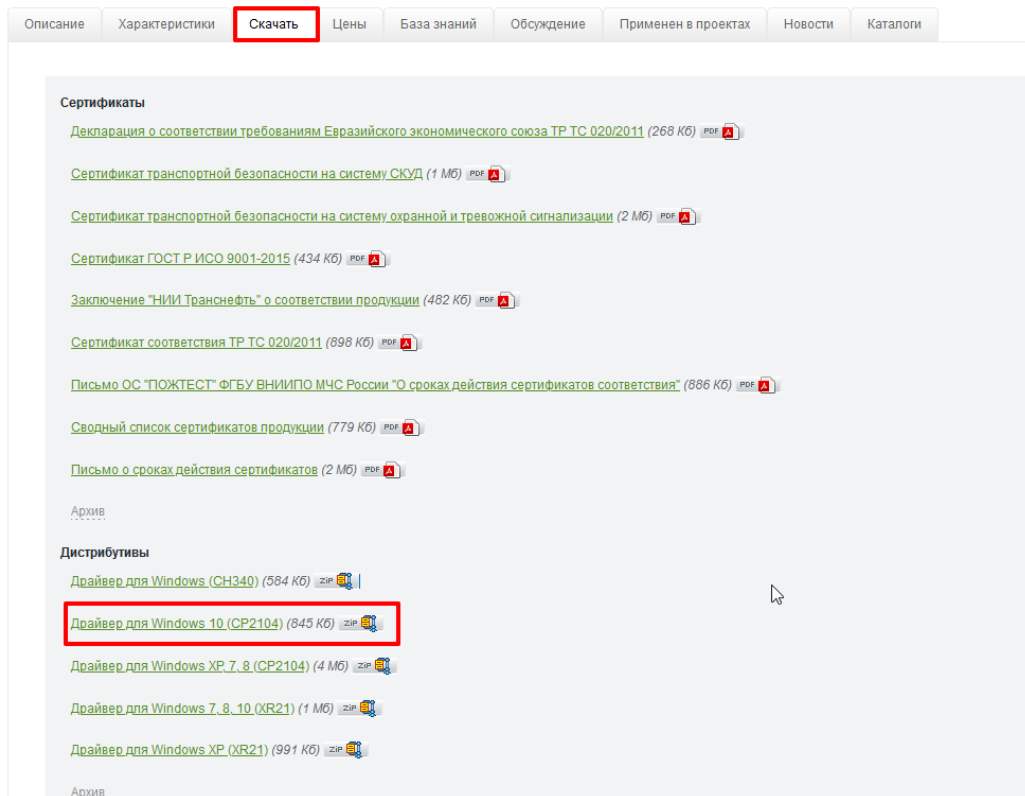

Рисунок 10 – Окно загрузки драйвера для сервисного переходника
3. Установить драйвера для переходника. Скачать их можно по адресу <https://bold.ru/production/orion/interface-converter/usb-rs485.html#download> (Рисунок 10).